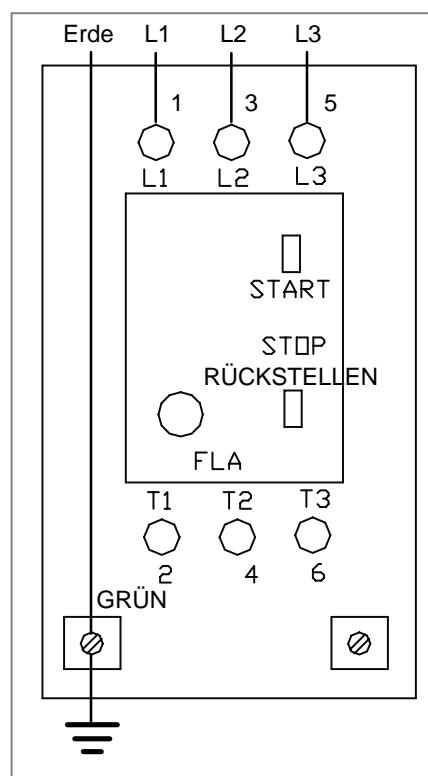

Abbildung 12
2. Kabel durch den Klemmverschluß führen (AB), und Mutter festziehen.
3. Für eine korrekte Dreiphasen-Motorwellendrehung die Leitungsphasensequenz L1, L2 u. L3 wie gezeigt mit den Anschlußklemmen verbinden (Abbildung 12).
**HINWEIS:** Der Erdleiter des Motors wird auch an der links mit  $\perp$  markierten Anschlußklemme befestigt (Abbildung 12).
4. Den Erdleiter an der unten links  $\perp$  markierten Anschlußklemme befestigen (Abbildung 12).